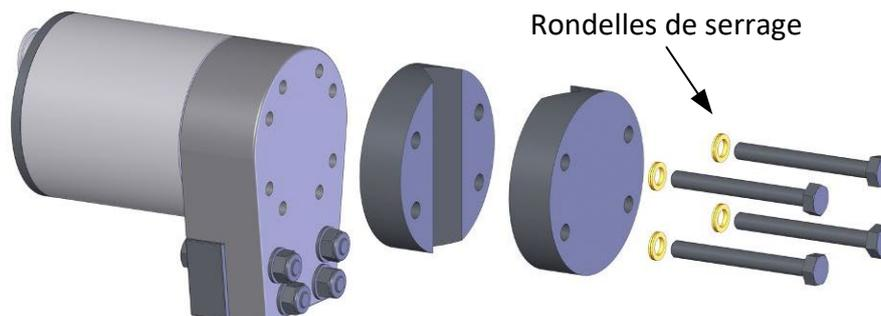

Figure 4 : retrait des blocs de serrage de la barre de montage pour préparer la fixation au malaxeur
- Dévissez les 4 boulons de serrage sur la tête de détection, puis retirez le boulon de verrouillage (A).
- Insérez les deux joints toriques. Ceux-ci doivent être placés à l'intérieur des blocs de serrage du bras contre le décrochement (Figure 4).
Dévissez et retirez les quatre boulons retenant les blocs de serrage de la barre de montage et retirez les blocs (Figure 4). Selon la configuration, orientez les blocs de serrage pour une fixation verticale ou horizontale à la barre carrée.